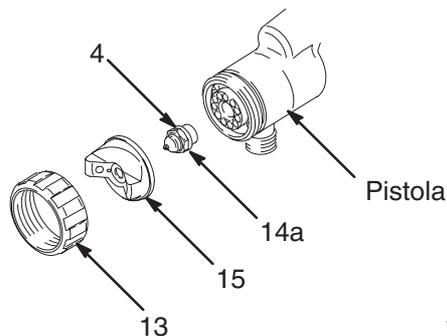

Fig. 17
2. Retire el anillo de retención del casquillo de aire (13), el casquillo de aire (15), la boquilla (14a) y la junta tórica (4). Vea la Fig. 17.
3. Dispare la pistola mientras desmonta con la mano la boquilla para líquidos (14a) Vea la Fig. 17.